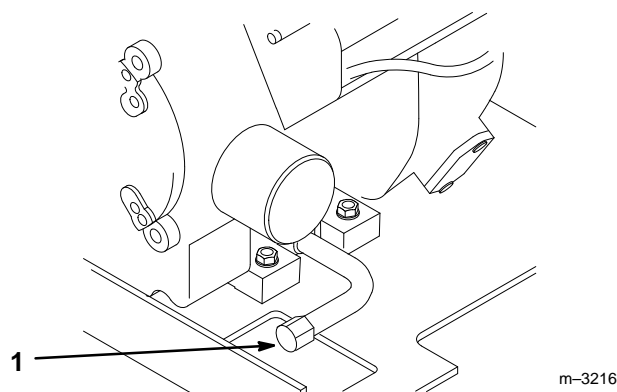

Abbildung 23
3. Eine Schale unter die Ölablaßöffnung stellen. Den Ölablaßverschluß abnehmen (Abb. 23).